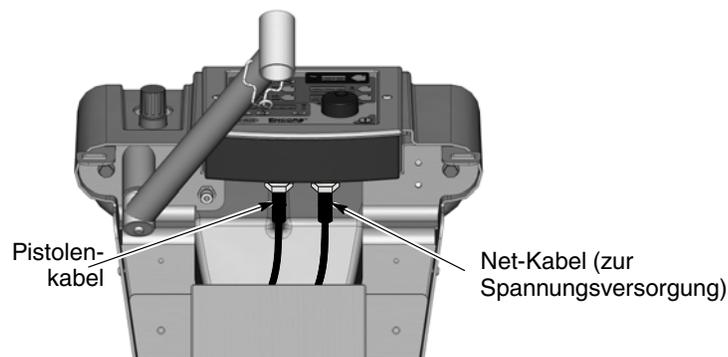

Abb. 3-11 Pistolenkabel am Schnittstellenmodul anschließen - mobile Systeme
1. Mobiles System: Siehe Abb. 3-11. Das Sprühpistolenkabel hinten in den Transportwagenturm und nach oben bis zur oberen Vorderwand verlegen. So können Sie das Kabel mit den Schläuchen für Spülluft und Elektrodenspülluft bündeln.